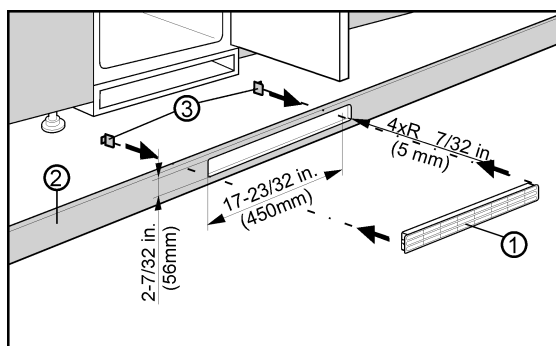

Fig. 8
L'aération à partir du bas au travers du plancher de l'élément de cuisine peut être réalisée à l'aide de la grille de ventilation *Fig. 8 (3)* fournie ou d'une ouverture de ventilation dont la surface de section est d'au moins 31 in² (200 cm²). Si vous utilisez la grille de ventilation jointe *Fig. 8 (1)*, procédez comme suit :
- Placer la grille de ventilation *Fig. 8 (1)* dans la découpe réalisée dans le plancher de l'élément de cuisine *Fig. 8 (2)*.
- Enchâsser les raccords encliquetables *Fig. 8 (3)* à partir de l'arrière dans la grille jusqu'à ce que les crochets touchent le plancher de l'élément de cuisine.